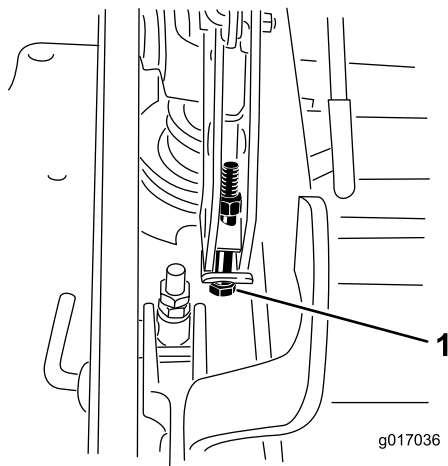

Figure 129
12. Si le tablier est trop bas, serrez le boulon de réglage monopoint dans le sens horaire. Si le tablier est trop haut, desserrez le boulon de réglage monopoint dans le sens antihoraire (Figure 129).